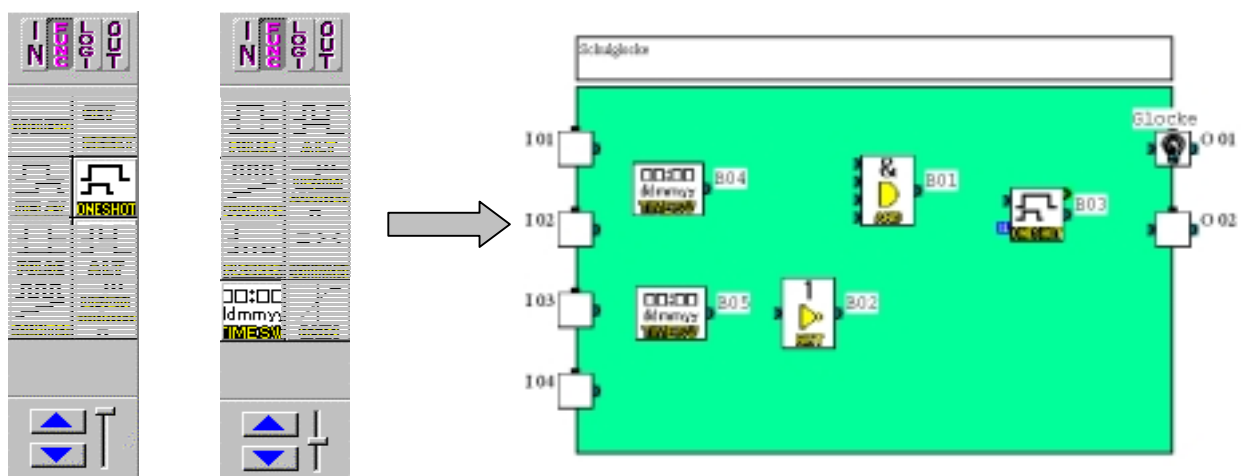

Abb. 1.36
- ➔ Aus der **FUNC**-Palette einen **ONE SHOT**- und zwei **TIMESW**-Blöcke auswählen und einsetzen (Abb. 1.36). Die Auswahl erfolgt mit Hilfe der Pfeile bzw. des Schiebeschalters.